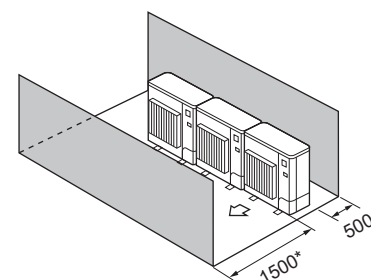

Fig. 2-16
- (4) Solo ostacoli anteriori e posteriori (Fig. 2-16)